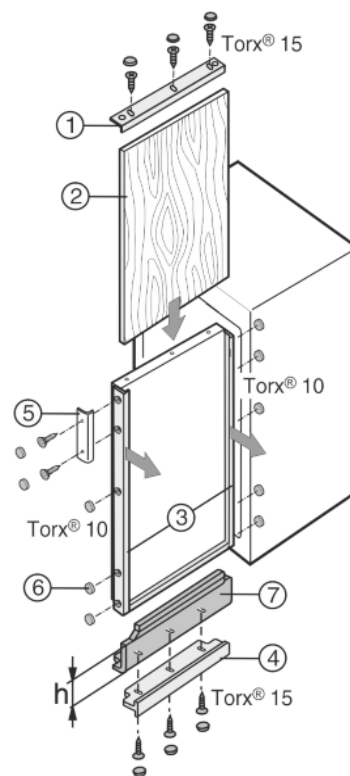

Fig. 7
- ▶ Открутить декоративную рамку Fig. 7 (1, 4) сверху.
- ▶ На всех остальных декоративных рамках Fig. 7 (3, 4) винты нужно только ослабить и сдвинуть декоративные рамки вперед.
- ▶ Вдвинуть декоративную панель Fig. 7 (2).
- ▶ Сдвинуть декоративную рамку Fig. 7 (3, 4) назад и прикрутить.
- ▶ Прикрутить декоративную рамку Fig. 7 (1, 4) сверху.
- ▶ Прикрутить ручку Fig. 7 (6).
- ▶ На всех головках винтов защелкнуть накладку Fig. 7 (7).
Если имеется декоративная панель, но ее высота слишком маленькая, то ее можно подогнать, используя выравнивающие козырьки Fig. 7 (7) различной высоты.
- ▶ Открутить декоративную рамку Fig. 7 (1, 4) сверху и снизу.
- ▶ Надеть выравнивающие козырьки Fig. 7 (8, 9) снизу и/или сверху.
- ▶ Надеть декоративную рамку Fig. 7 (1, 5) и прикрутить.